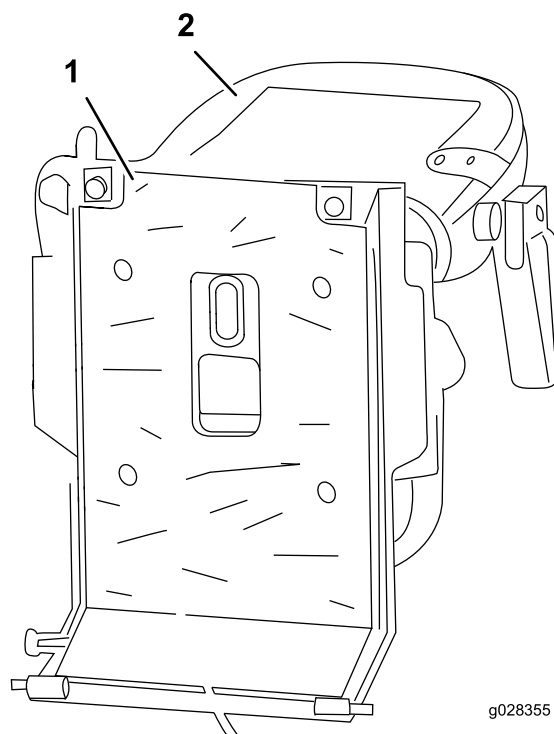

Figura 6
9. Retire o suporte e aplique a proteção térmica autoadesiva na parte inferior da placa de montagem do banco (Figura 6).